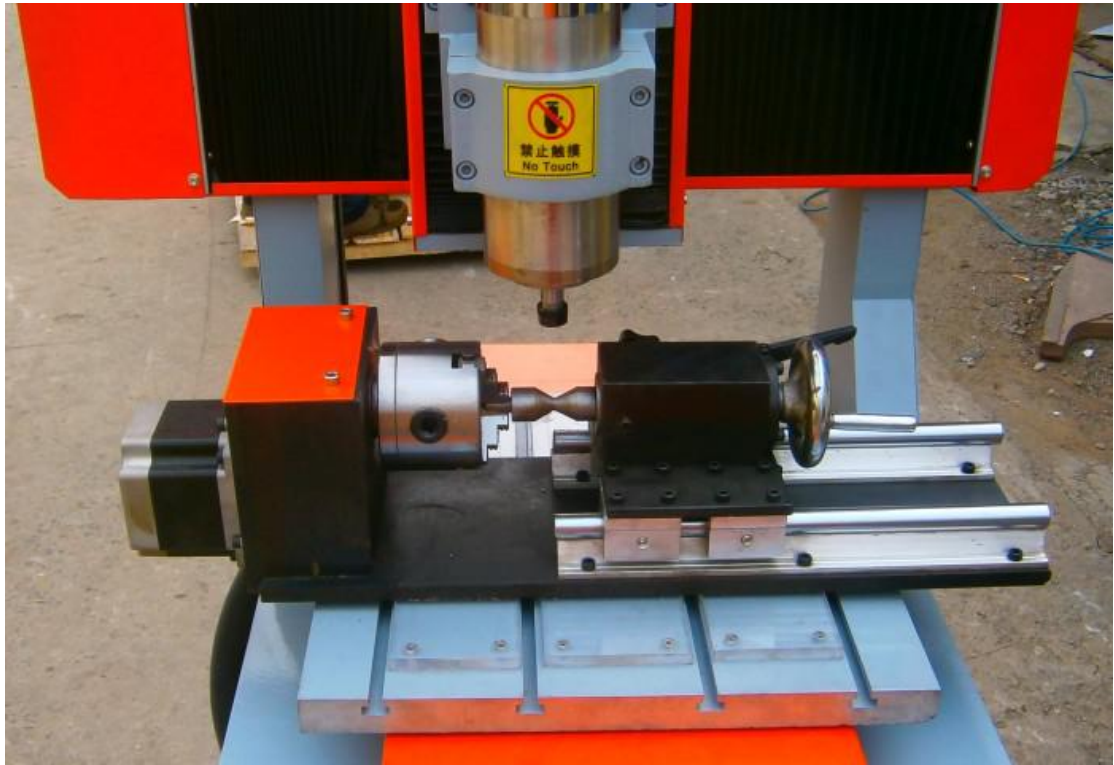
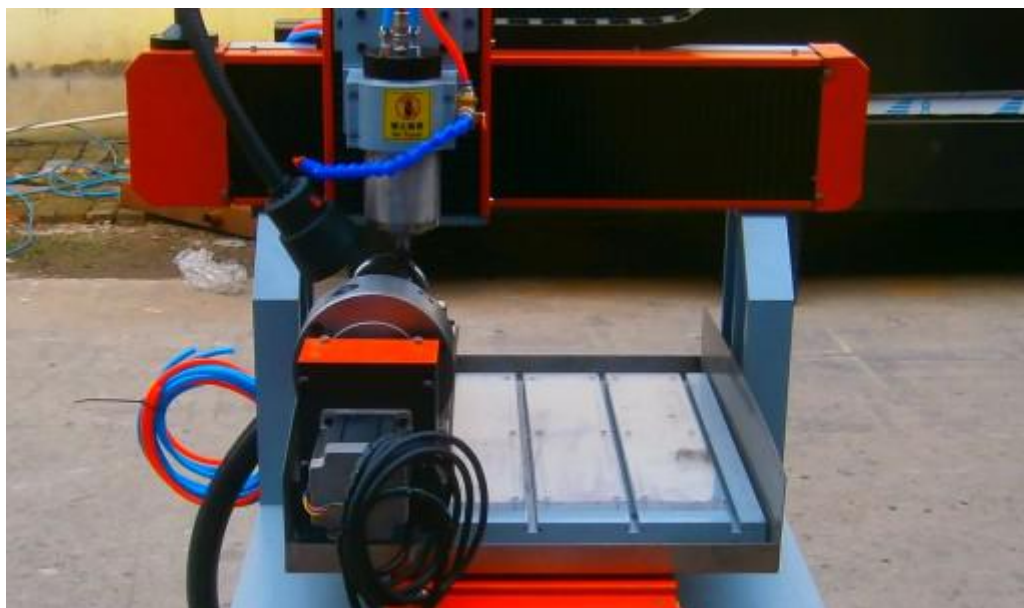

图 1
图 2
2. 旋转轴的安装。当我们正面对机器的时候, 旋转轴有两种放置方式, 横放(如图1)和竖放(如图2)。
3. 旋转轴参数计算方法。(1) 如图 1 旋转轴横放的时候是把 Y 轴转换为旋转轴，需要在厂商参数中对 Y 轴电机参数进行修改 **Y 轴: 0.003125 毫米/脉冲**。
(2) 如图 2 旋转轴竖放，则修改 X 轴电机参数 **X 轴: 0.003125 毫米/脉冲**。
(3) 旋转轴电机参数计算公式：模型周长（也就是模型展开后的长度）/ 旋转轴减速比/1600.计算出此参数对对应轴电机参数进行修改即可。